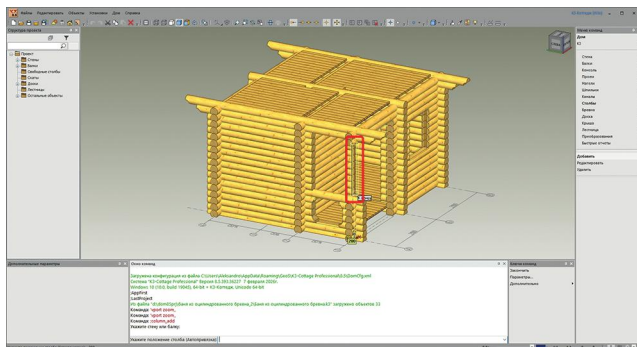

рис. 53
3. В **стене 1** появляется контур будущего столба (он подсвечивается жёлтым цветом, см. рис. 53, стр. 26). Ведём его по направлению к **стене А** до залипания курсора в точке пересечения **стен 1 и А**. Фиксируем положение столба щелчком левой кнопкой мыши.